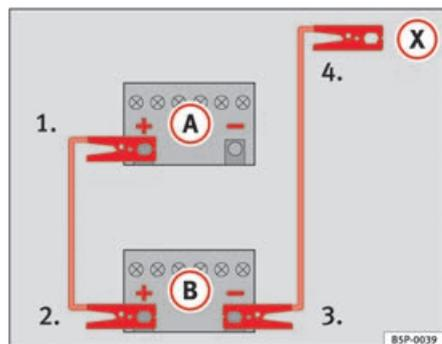

Fig. 171 Schéma de branchement des câbles de démarrage
Sur la ⇒ fig. 171, la batterie déchargée est repérée par la lettre **A** et la batterie fournissant le courant par la lettre **B**.
1. Raccordez une extrémité du câble de démarrage ⇒ fig. 171 rouge à la borne positive (+) du véhicule dont la batterie est déchargée ⇒ ⚠.
4. Sur le véhicule dont la batterie est déchargée, raccordez l'autre extrémité du câble de démarrage noir (X) à une pièce métallique massive fermement vissée sur le bloc-moteur ou au bloc-moteur lui-même, mais pas à proximité de la batterie ⇒ ⚠.